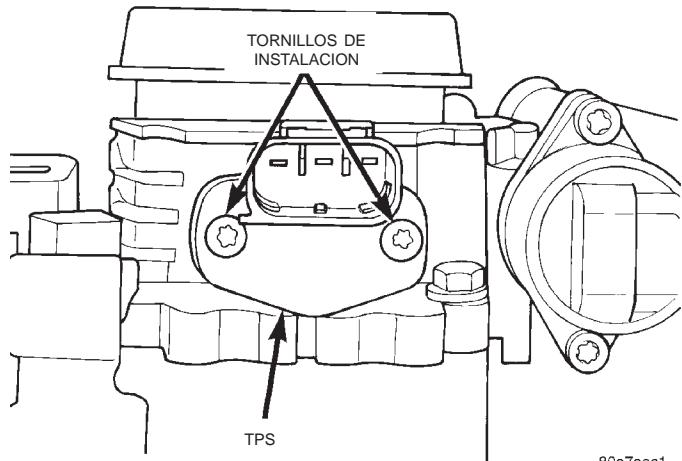

Fig. 46 Tornillos de instalación del TPS
(1) Desconecte el conector eléctrico del TPS.
(2) Retire los tornillos de instalación del TPS (Fig. 46).
(3) Retire el TPS.